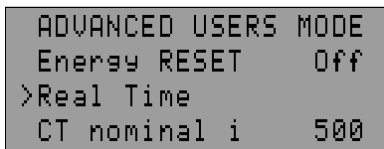

Рисунок 5.9 - Рівень налагоджувальника
2) Кнопками **ВГОРУ** або **ВНИЗ** послідовно набрати три цифри пароля налагоджувальника від 1 до 9, розділяючи набір натисканнями кнопки **RES/MEM/SEL**. Якщо пароль невірний, то UBZ-304 повернеться до стану **Перегляд вимірюваних і обчислюваних параметрів**, інакше перейде на **Рівень налагоджувальника** (рис. 5.9).
- кнопками **ВГОРУ** або **ВНИЗ** вибрати параметр (рис.5.9);